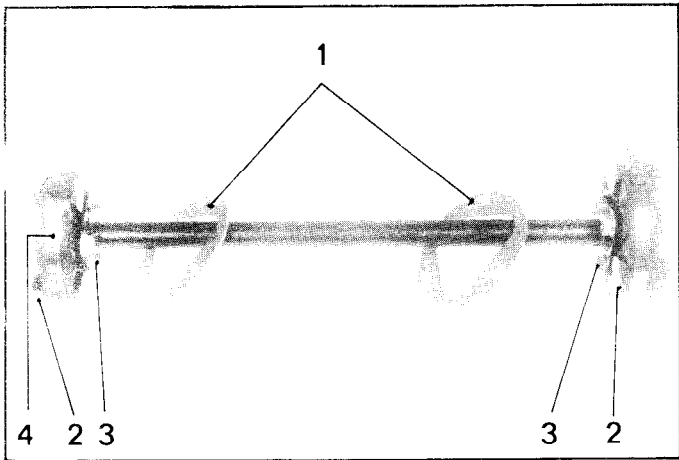

Abb. 1
Antriebswelle zusammenbauen (s. Abb. 1): Zentrierplaketten (1) auf Welle bringen, die elastischen Lager (2) einbauen und die Befestigungsschrauben (3) festziehen. (Kontaktscheibe).
- e) Die Spannbänder (4) der elastischen Lager (2) entfernen (Siehe Abb. 1).